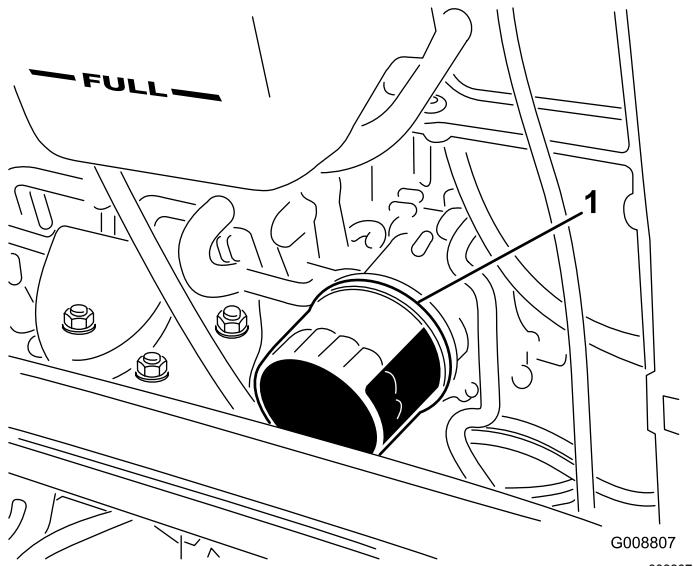

Figure 37
- Déposez le filtre à huile (Figure 37).